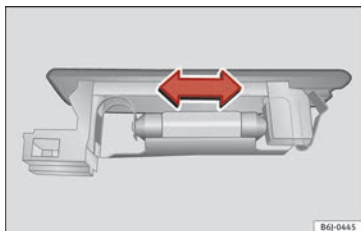

Bild 195 Bakluckeljus.
- Tryck glödlampan åt sidan och ta bort den från huset » **bild 195**.